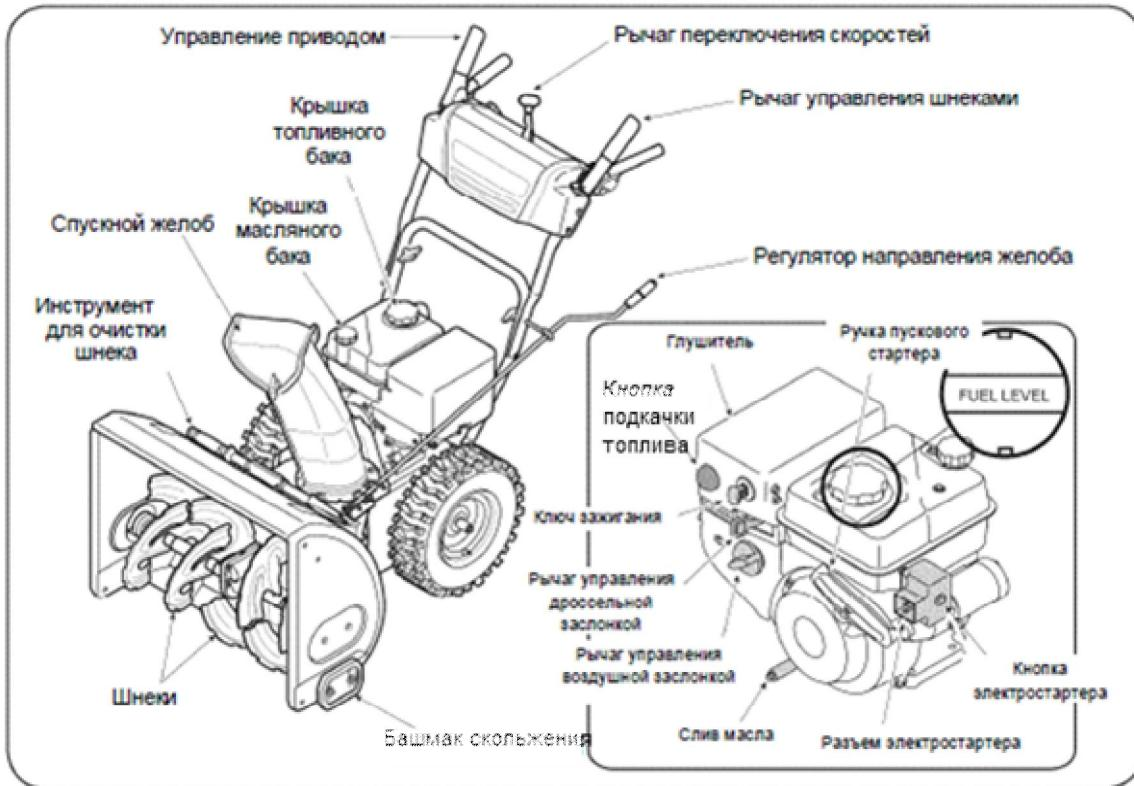

Рис. 10
Теперь, когда Вы приготовили снегоочиститель к эксплуатации, важно изучить систему его управления. (См. Рис. 10).
2. Индикатор уровня горючего расположен в топливном баке см. дополнительную вставку на Рис. 10. Наполняйте бак до тех пор, пока уровень топлива не дойдет до уровня индикатора, оставляя место для расширения топлива при нагреве.